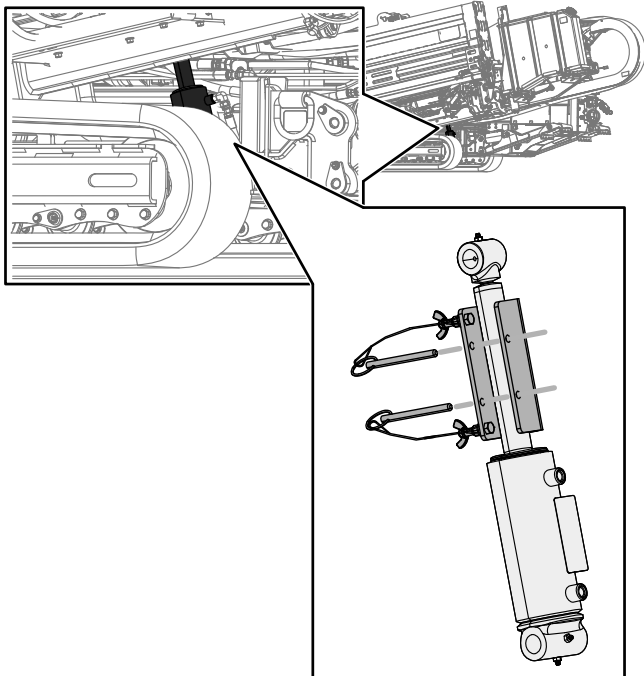

Figura 75
4. Coloque el bloqueo del cilindro sobre el vástago del cilindro (Figura 75).
5. Sujete el bloqueo de cilindro con el pasador y la claveta (Figura 75).